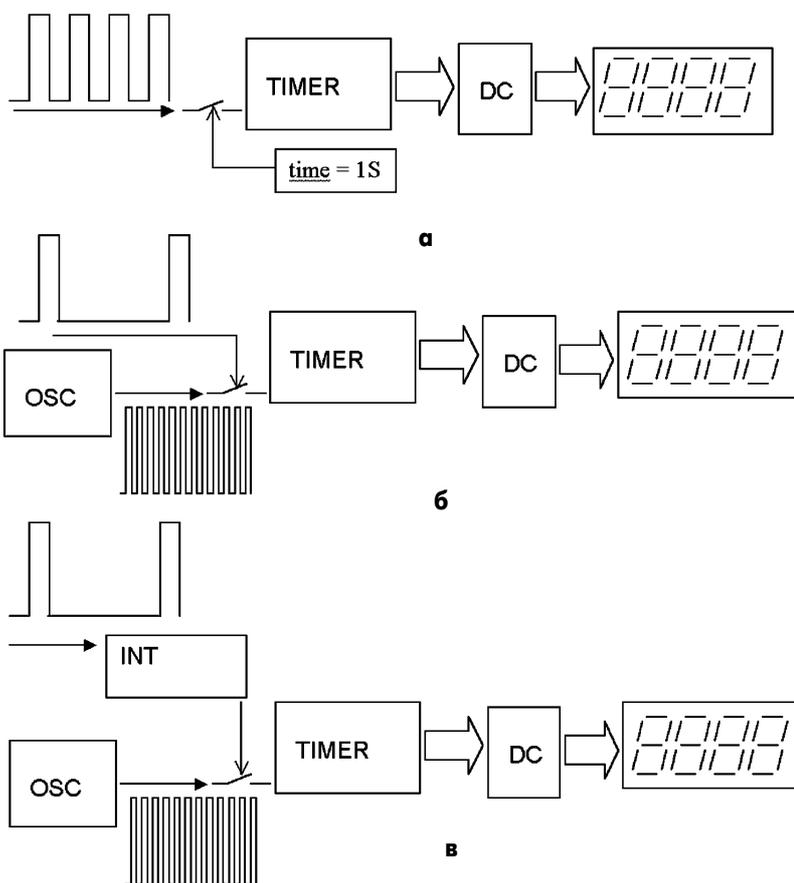

рис.3
**Метод преобразования.** В микропроцессорной технике отработаны несколько методов преобразования входных импульсных или временных величин в цифровую форму и вывод результата на индикаторы (рис.3). В устройстве ЭПХ индикатора нет, но метод вычисления количества оборотов тот же (в нашем случае данные сохраняются в ячейке памяти).
Первый метод. Измеряемая импульсная последовательность подается на коммутатор (рис.3,а). Управление коммутатором осуществляется программным путем или дополнительным таймером. Длительность коммутации обычно выбирают 1 с. Таймер считывает количество импульсов, прошедших за одну секунду, и преобразует эту величину в семисегментный код индикатора для отображения информации на дисплее.
Если пауза между входными импульсами длинная, то используется второй метод (рис.3,б). Во время паузы на вход таймера поступают импульсы от встроенного в МК генератора или внешнего генератора высокочастотных импульсов (частота генератора в 10-1000 раз выше частоты входных импульсов), которые считываются таймером как данные и преобразуются в семисегментный код индикатора.
Третий метод встречается очень часто (рис.3,в). Основан он на использовании линии внешнего прерывания. Когда входные импульсы отсутствуют, МК выполняет другие функции, заложенные в программе, например выводит реальное время в часах и минутах. Когда на вывод прерывания приходит импульс, МК прерывает выполняемую программу и переходит к подпрограмме обслуживания прерывания, то есть выполняет свои функции как и во втором методе. Это удобно, если МК ре-